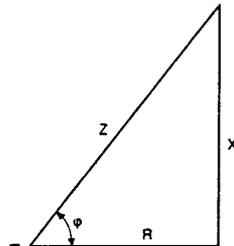

fig. H1-35 : triangle des impédances
Chaque constituant d'un réseau (réseau HT, transformateur, câble, disjoncteur, barres...) se caractérise par une impédance Z composée d'un élément résistif (R) et d'un élément inductif (X) appelé réactance (fig H1-35). X , R et Z s'expriment en ohms. La méthode consiste à décomposer le réseau en tronçons et à calculer, pour chacun d'eux les R et X , puis à les additionner arithmétiquement mais séparément :